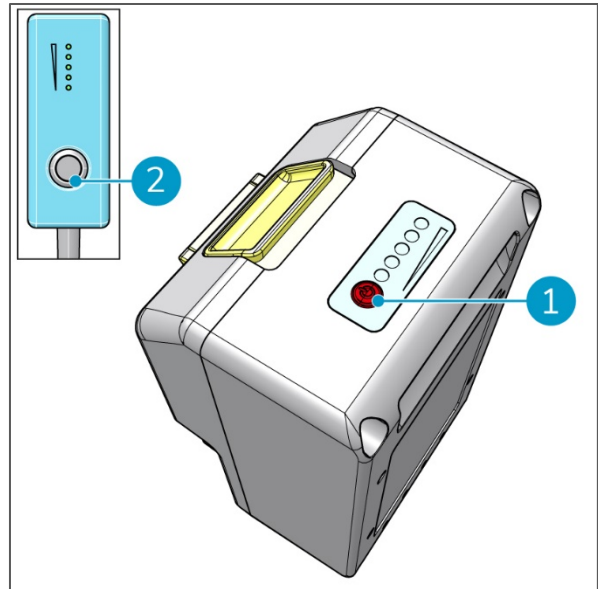

Figura 13
2. Revisa las baterías presionando el botón rojo (Figura 13, pos. 1) en cada batería individual. Consulta también 2.1.
3. Presiona el interruptor ON/OFF del mando a distancia (Figura 13, pos. 2) para apagar la i-move 2.5B®.